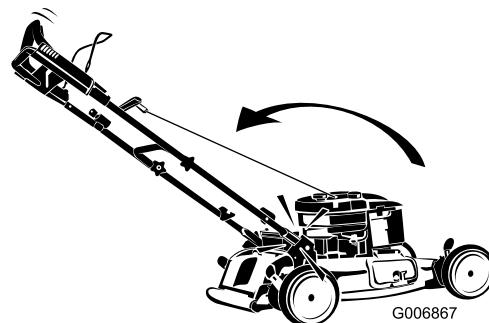

Рисунок 5
- Отведите рукоятку назад (как показано) до тех пор, пока она со щелчком не встанет на место (Рисунок 5).